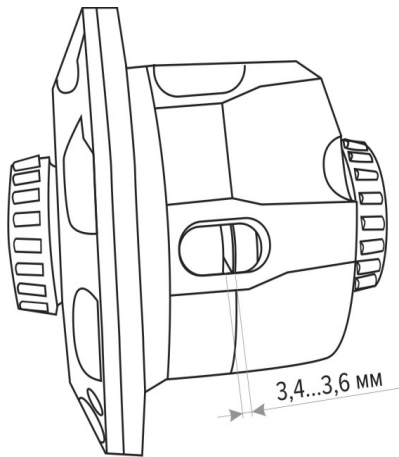

Рис. 4
- ❗ **ВАЖНО:** Чтобы быть уверенным, что ваша новая блокировка будет работать должным образом, необходимо до окончательной сборки произвести замер, как показано на Рис. 4. Для проведения замера рекомендуем собрать блокировку в корпус дифференциала БЕЗ крестовины и дистанционных колец, но с установленными пружинками и штифтами.
4. Используя набор плоских щупов, через отверстия крестовины измерьте зазор, как показано на Рис. 4. Зазор между распорными муфтами при установленной блокировке в собранный корпус дифференциала должен составлять от 3,4 до 3,6 мм.